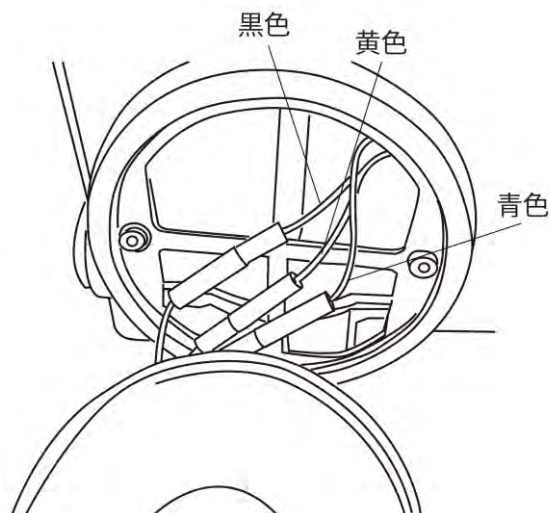

図2
- ③ 交換するLEDアンバーランプの3本の配線を接続している端子をねじりながら取り外してください。（図2参照）。
- ④ 新しいLEDアンバーランプの3本の配線の端子を、配線色を合わせて奥まで確実に挿入してください。
- ⑤ 正常に点灯することを確認後、LEDアンバーランプを3連テールLEDに2本のネジを時計回転方向に回して取り付けてください。